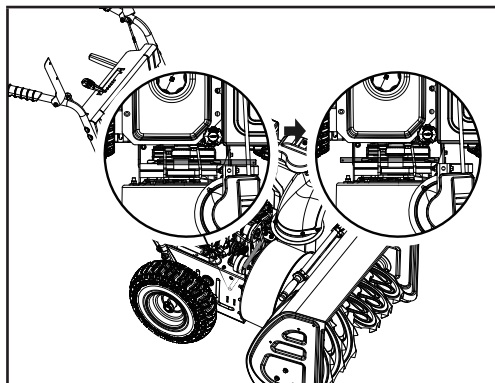

Figure 33
11. Ré-assemblez la tige de soutien en la repoussant en place; assurez-vous qu'elle est bien engagée dans le disque d'embrayage et remettez en place la rondelle et la pince (figure 33).